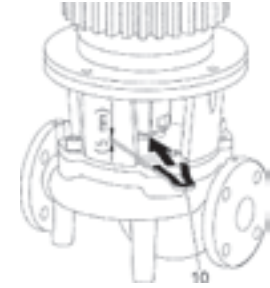

Fig. 19: تركيب شوكة التركيب
- قم بتركيب محرك جديد بأداة رفع مناسبة ثم اربط وصلة المحرك بوحدة التثبيت (وحلقة المهائنة في المضخات أحادية الكتلة (BL)).
- أدخل شوكة التركيب (Fig. 19، الموضوع 10) بين وحدة التثبيت والقارئة. يجب أن توضع شوكة التركيب بدون خلوص.
- قم بتركيب المحرك بأداة رفع مناسبة ثم اربط وصلة المحرك بوحدة التثبيت (وحلقة المهابئة في بعض المضخات أحادية الكتلة (BL)).
- أدخل شوكة التركيب (Fig. 19، الموضع 10) بين وحدة التثبيت والقارنات. يجب أن توضع شوكة التركيب بدون خلوص.